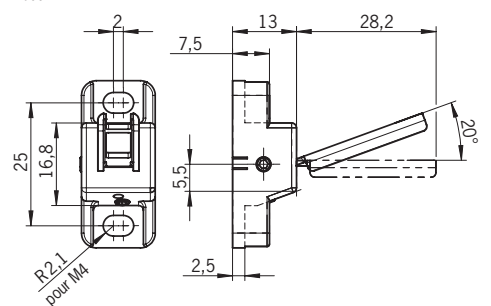

Fig. 3 : Actionneurs et rayons de porte minimum
- ▶ Tenez compte également du rayon de porte et des possibilités de fixation (voir Fig. 3).